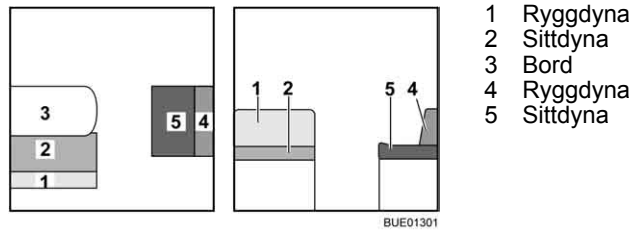

Bild 129 Före ombyggnaden
- Bygg om bordet (Bild 129,3) till sängbotten (se avsnitt 6.11).
- Tag bort ryggdynan (Bild 129,1) och lägg den åt sidan.